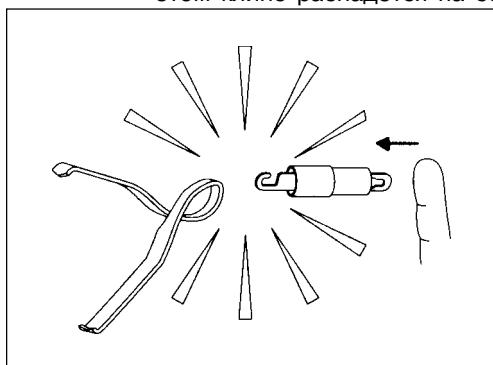

Рис. 3.6.
- Не следует нажимать на проксимальный конец коннектора клипса (см. рис. 3.6). При этом клипс распадётся на составные детали.